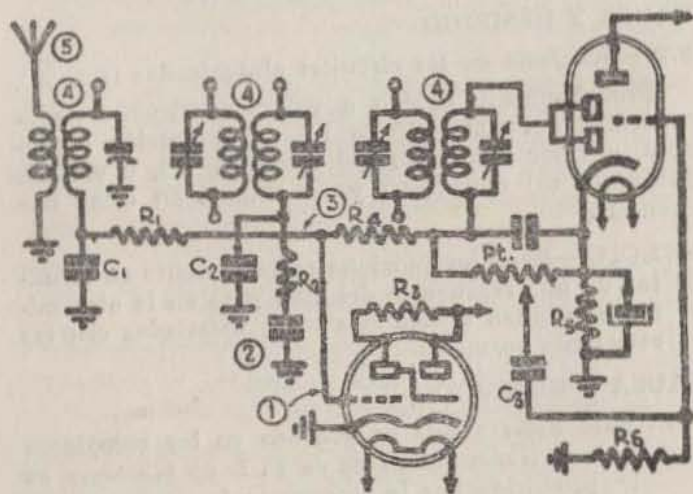

Fig. 31.—No funciona el ojo mágico
**EFEECTO.**—No trabaja el ojo mágico o control automático de sintonía con ninguna estación (fig. 31).
**278.—Circuitos sintonizados (4) desajustados (fig. 31).**